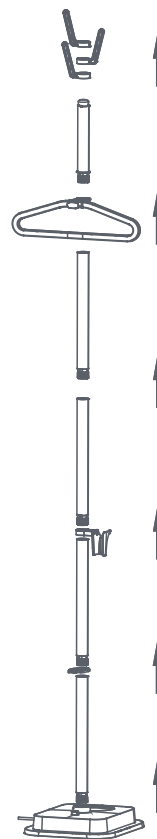

Рисунок 14
(1) Снимите крючки для одежды.
(2) Отвинтите верхнюю часть и составные части разборной стойки, а затем снимите вешалку для одежды и держатели для утюжка и шланга (см. рис. 14).